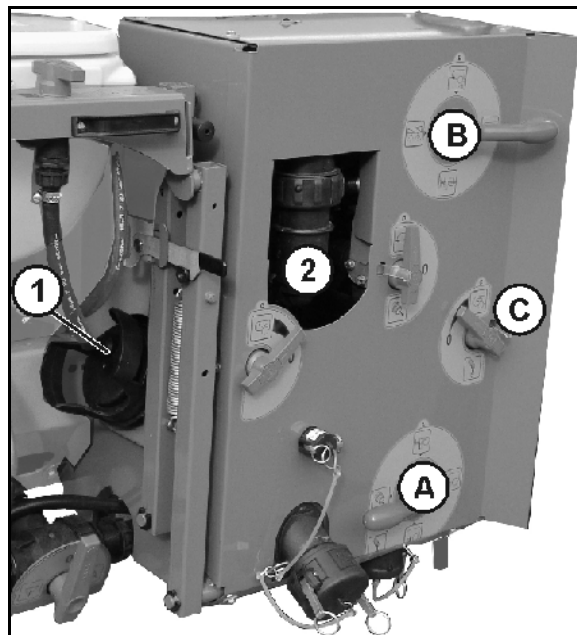

图 141
13. 拔下喷杆组阀门的所有打药管路（图 141/1），排出压缩空气。